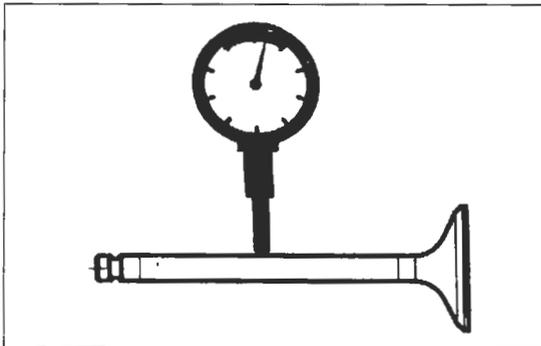

Bild 114
- Schlag der Ventilschäfte wie in Bild 114 gezeigt messen; maximal zulässiger Schlag 0,01 mm.